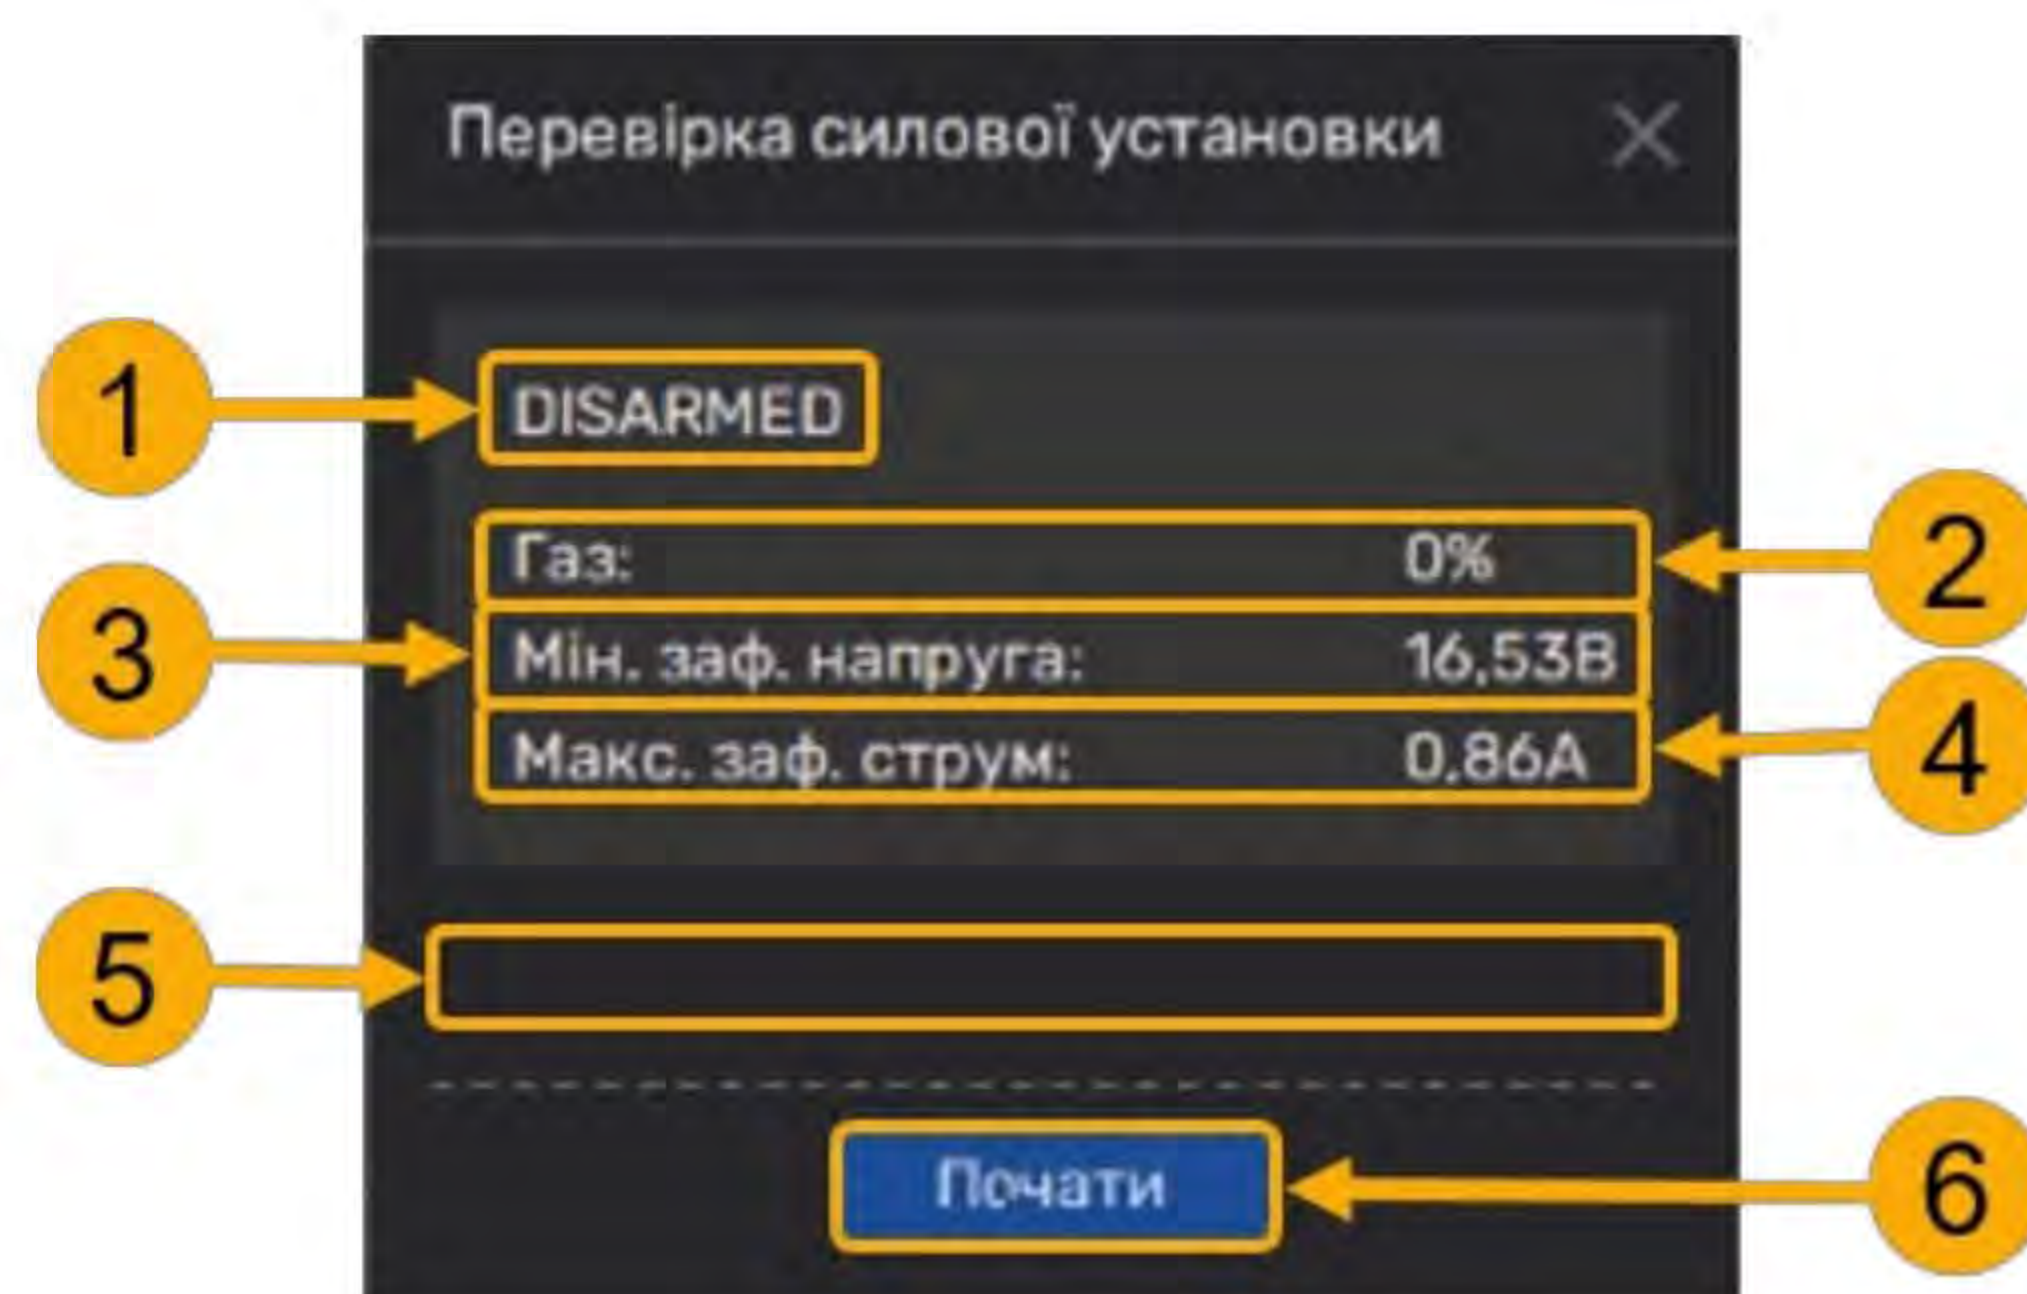

Рис. 16 Общий вид окна "Проверка силовой установки" Общий вид окна "Проверка силовой установки"
- нажав кнопку типа чекбокс пункта проверки, оператор БпЛА открывает окно "Проверка силовой установки", где отображаются следующие параметры силовой установки (Рис. 16):